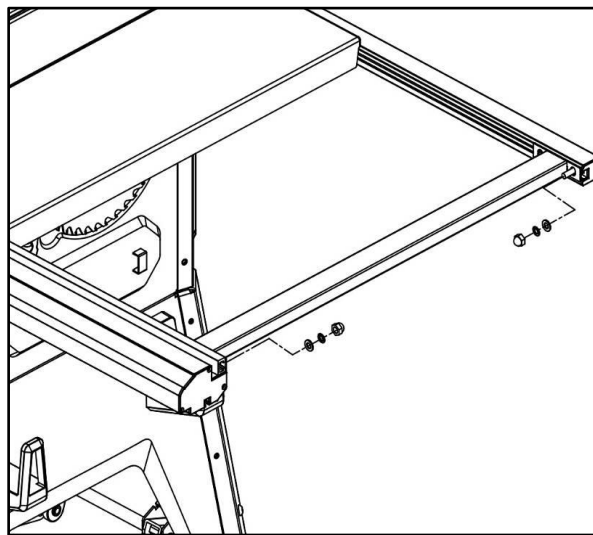

Рисунок 21
- Прикрепите планку (рис. 21) к дальнему правому краю направляющих, перемещая болты М8×16 в Т-образных пазах. Закрепите болты в этом положении при помощи плоских шайб, пружинных шайб и гаек.